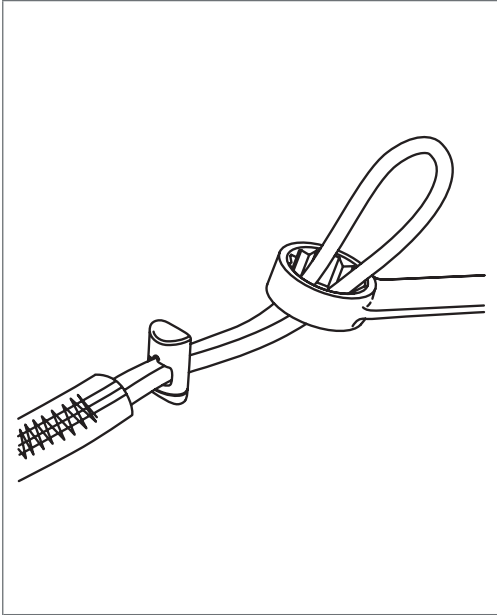

Fig. 1
1. Enfiler la boucle de la longe dans le point de fixation de l'outil. (Figure 1)